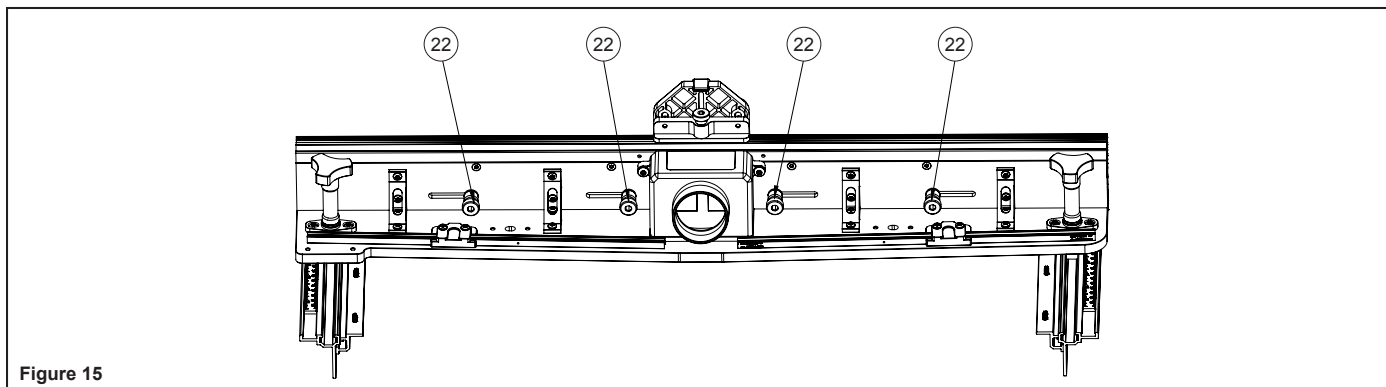

Figure 15
Étape 10: Desserrez les (4) boutons de serrage de la face du guide (pièce #22). Voir figure 15.
Étape 11: Pour éviter d'endommager les faces de la clôture en bois, faites glisser à la largeur souhaitée de sorte que les faces de votre clôture dégagent complètement votre foret. Resserrez les (4) boutons de serrage de la face du guide pour bloquer les faces du guide en place. **Voir figure 15.**